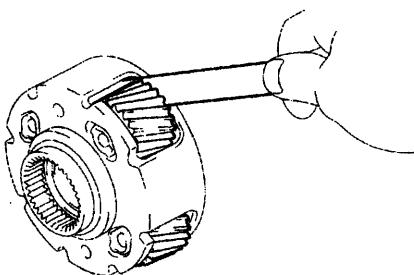
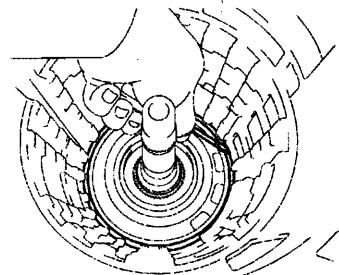

图 12-1-48
图 12-1-49
(55) 检查中央行星齿轮总成。如图 12-1-48 所示，用塞尺测量中央行星齿轮止推间隙，标准间隙为 0.12~0.68mm，最大间隙为 0.73mm。若间隙大于最大值，则应更换中央行星齿轮总成。
(56) 拆下中央轴。
①如图 12-1-49 所示，用螺丝刀从壳体上拆下卡环。